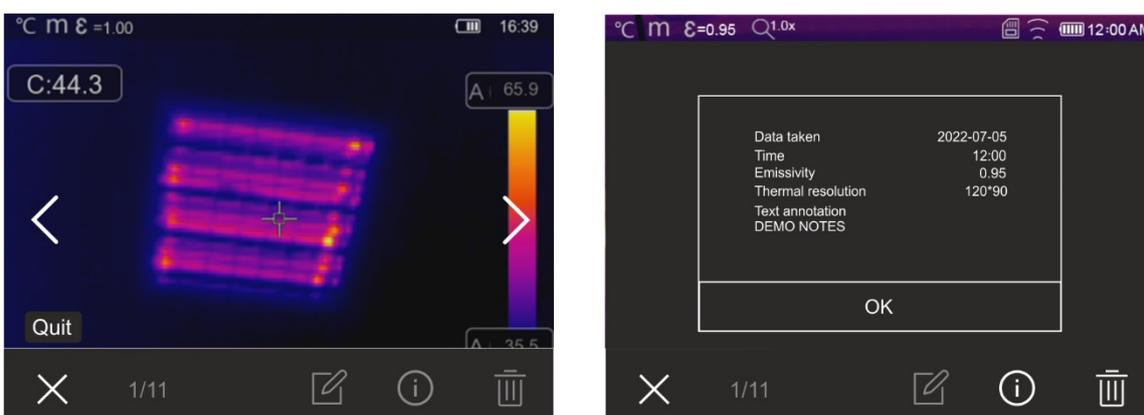

Fig. 49: Rellamada en el visualizador imágenes guardadas
1. Toque el icono para entrar en la galería de las imágenes y vídeo guardados en la memoria del instrumento o en la tarjeta MicroSD. La pantalla de Fig. 49 – parte izquierda siguiente se muestra en el visualizador
3. Toque el icono “i” para abrir la sección con la información en la imagen guardada. La pantalla de Fig. 49 – parte derecha se muestra en el visualizador